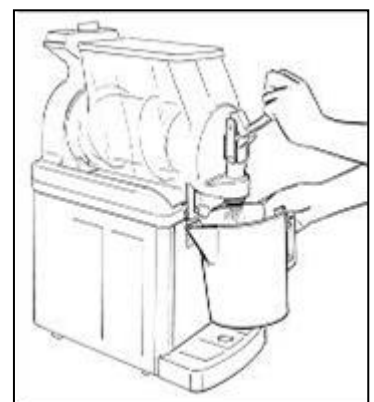

Fig. 4
ripetere le stesse operazioni finché dalla stessa non esce acqua limpida (fig.4).
- **S**vuotare la vasca e ripetere le stesse operazioni finché dalla stessa non esce acqua limpida (fig.4).